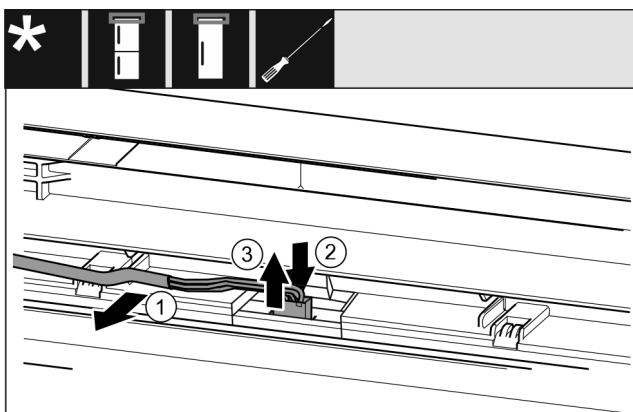

Fig. 22 Kühl-/Gefrierkombinationen / Gefriergeräte / Kühlgeräte\*
- Kabel Fig. 22 (1) vorsichtig aus der Führung in der Tür lösen.\*
- Lasche Fig. 22 (2) hinter dem Stecker nach hinten drücken.\*
- Stecker Fig. 22 (3) vorsichtig nach oben herausziehen.\*